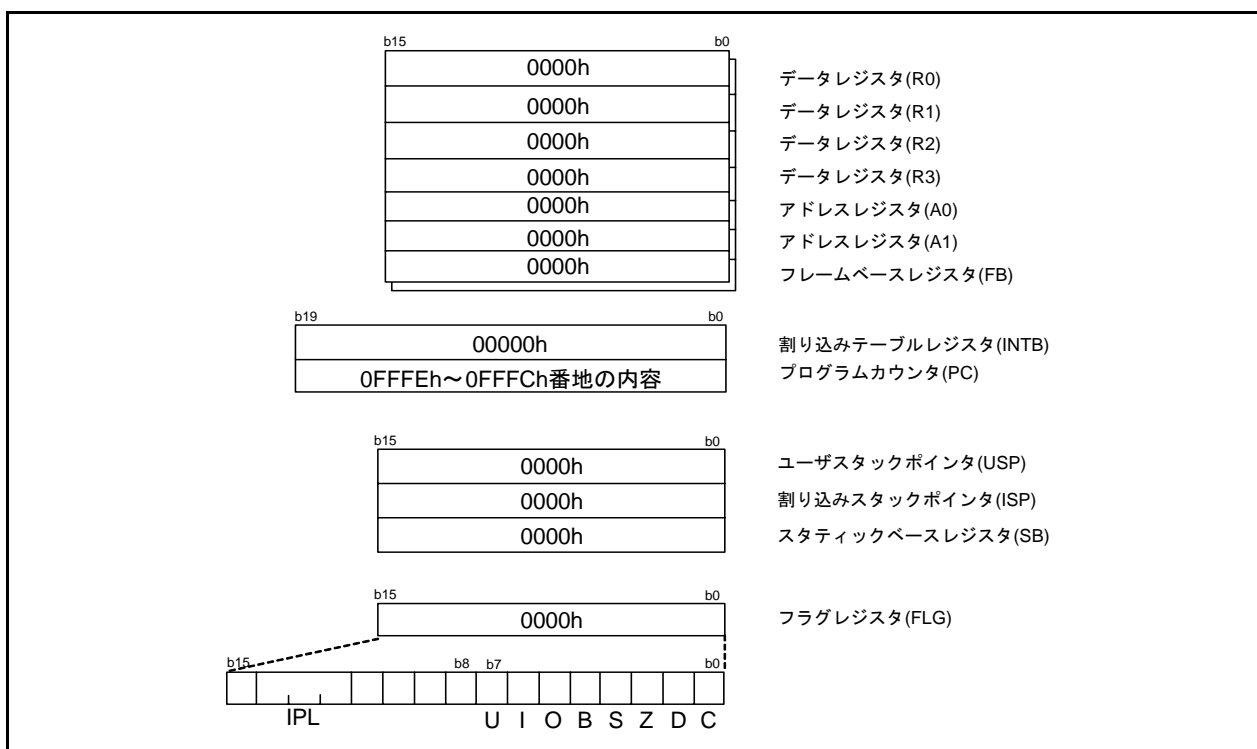
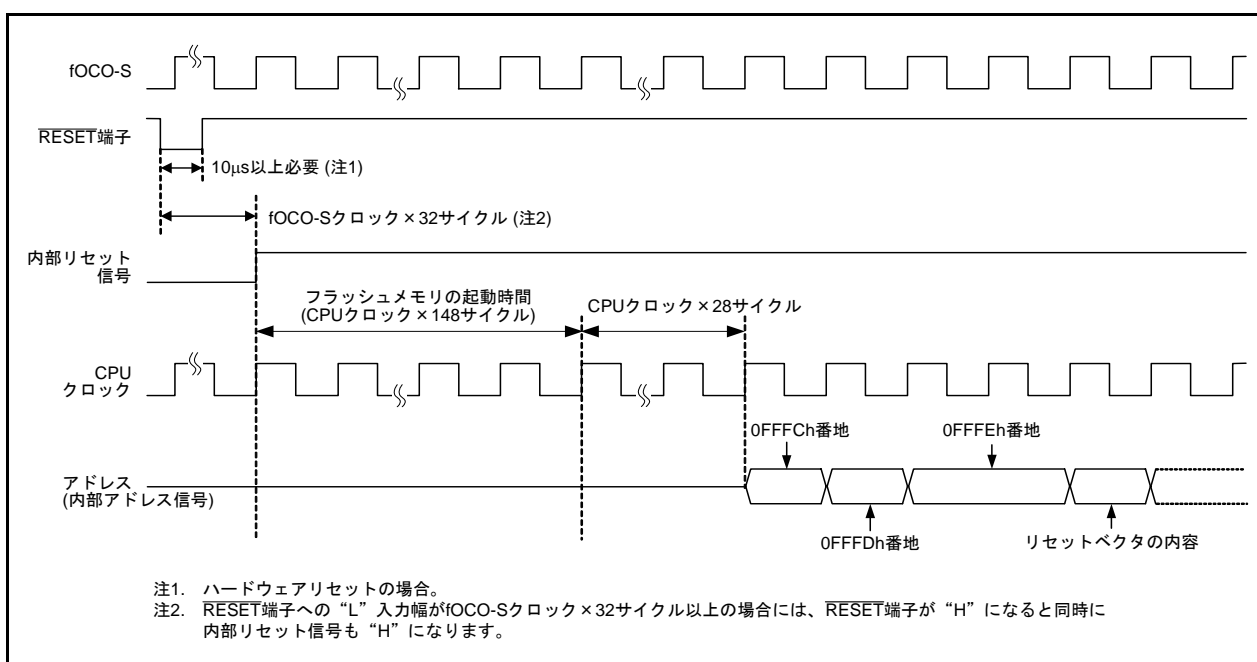

図 5.2 リセット後の CPU レジスタの状態
図 5.3 リセットシーケンス
表 5.2 に  $\overline{\text{RESET}}$  端子のレベルが “L” の期間の端子の状態を、図 5.2 にリセット後の CPU レジスタの状態を、図 5.3 にリセットシーケンスを示します。
$\overline{\text{RESET}}$  端子によるリセットです。電源電圧が推奨動作条件を満たすとき、 $\overline{\text{RESET}}$  端子に“L”を入力すると端子、CPU、SFRが初期化されます(「表5.2  $\overline{\text{RESET}}$  端子のレベルが“L”の期間の端子の状態」、「図5.2 リセット後のCPUレジスタの状態」、および「表4.1～表4.12 SFR一覧」を参照)。
**VCC** 端子に入力する電圧が  $V_{det0}$  以上になると、低速オンチップオシレータクロックのカウントを開始します。低速オンチップオシレータクロックを32回カウントすると、内部リセット信号が“H”になり、リセットシーケンス(図5.3参照)に移ります。リセット後のCPUクロックには、低速オンチップオシレータクロックの分周なしクロックが自動的に選択されます。